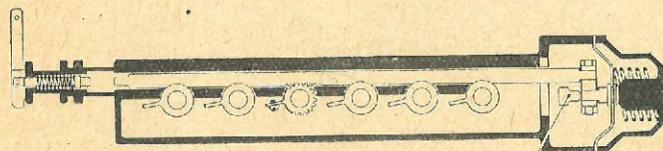

Fig. 1
Au ralenti, papillon peu ouvert, le régime est, par exemple, de 500 t/mn (fig. 1). La dépression est suffisante pour amener la crémaillère en position de faible débit.
A l'arrêt, le doigt mobile (5) commandé par la tirette « marche-arrêt » du tableau de bord maintient la crémaillère en arrière : c'est la position de débit nul (fig. 1) ;